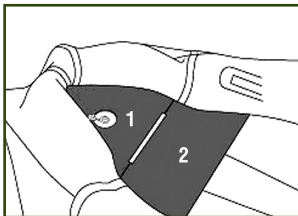

рис. 4
- Присоедините пайол №2 к пайолу №1 (рис.4).